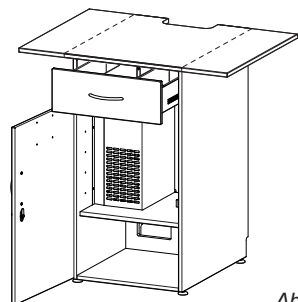

Abb. 21
3.10.4 Unterschränk mit eingebauter Kühleinheit (Abb. 21)